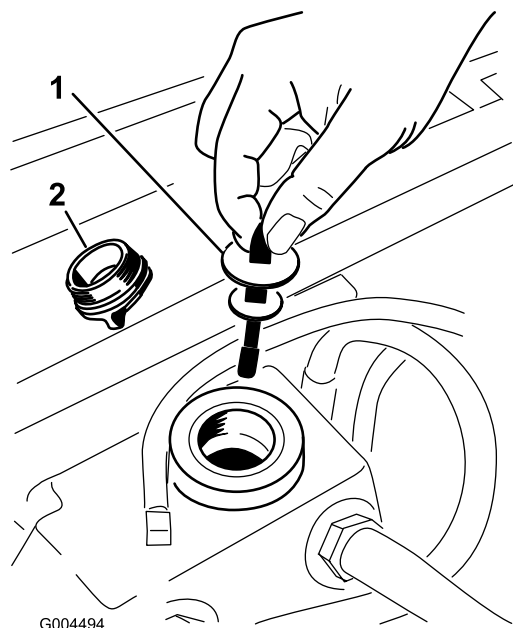

Figura 69
3. Togliete il tappo di riempimento del fluido idraulico dal collo del bocchettone (Figura 69).
4. Togliete l'asta di livello ed asciugatela con un panno pulito (Figura 69).
5. Inserite l'asta di livello nel collo del bocchettone, quindi estraetela e controllate il livello del fluido (Figura 69).